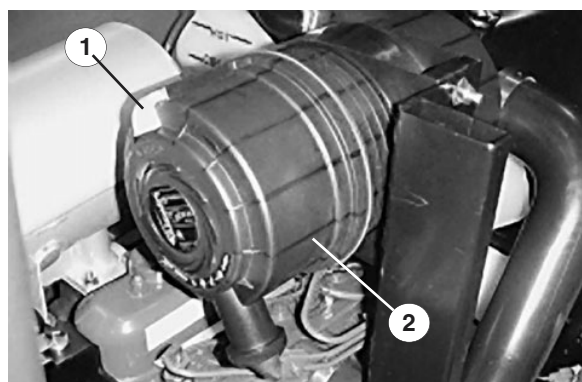

Figure 22
1. Tirez le verrou vers l'extérieur et tournez le couvercle du filtre à air dans le sens anti-horaire. Enlevez le couvercle (Fig. 22) et nettoyez l'intérieur.